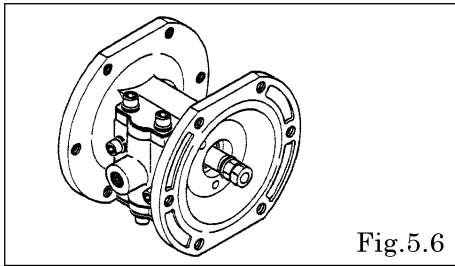

Fig.5.6
- 拆下带有双螺母的另一端的中盘（外侧），取下隔膜和中盘（内侧）。〈Fig.5.6〉